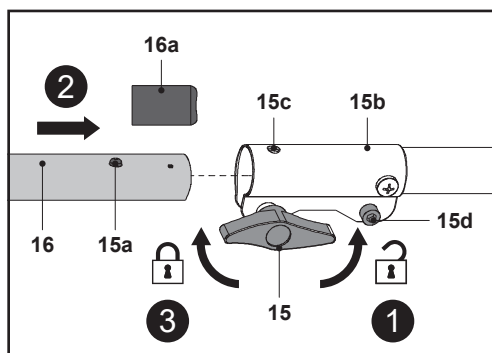

Fig. 1
1. Desserrer la molette (15) dans le sens antihoraire (Fig. 1, étape 1).
2. Aligner la perche inférieure (16) sur le manchon de verrouillage (15b) et l'insérer (Fig. 1, étape 2). Vérifier que la goupille (15a) coïncide avec l'orifice de montage (15c).
4. Fixer le montage à l'aide de la molette (15) (Fig. 1, étape 3).